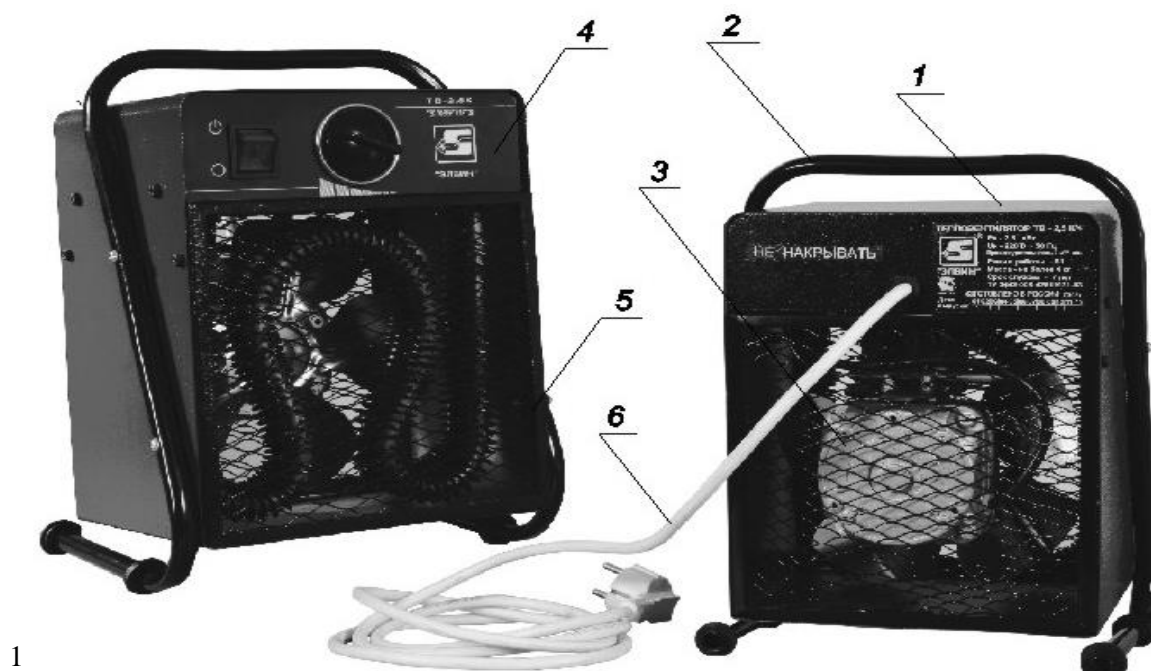

Рис. 1. Тепловентилятор
5.1. Несущая конструкция тепловентилятора (см.рис.1) состоит из корпуса (1) и ручки – ножки (2). Двигатель с вентилятором (3) расположен в задней части тепловентилятора. Блок управления смонтирован на основании, расположенном в корпусе. Органы управления вынесены на панель управления (4). Внутри корпуса расположены оребрѐнные трубчатые электронагревательные элементы, закрытые с лицевой стороны тепловентилятора рамкой с сеткой (5).
5.3. Электрическая схема тепловентилятора приведена на рис.1 Приложения.